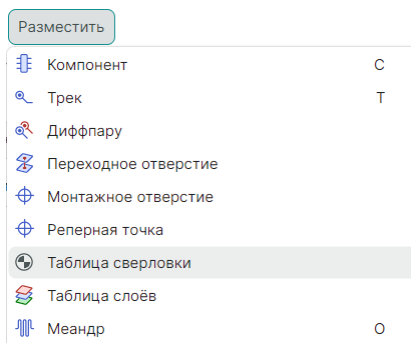

Рис. 50 Инструмент «Таблица сверловки»
2. В главном меню программы выберите «Разместить» → «Таблица сверловки», см. Рис. 50.